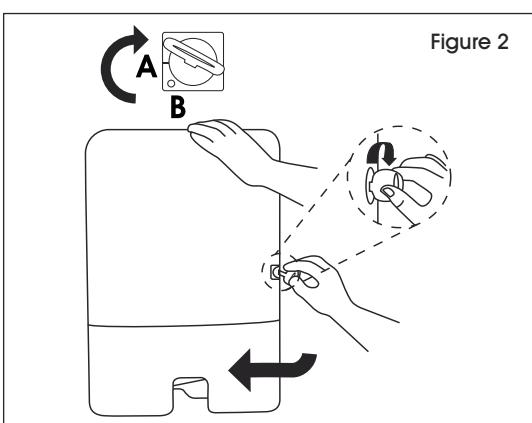

Figure 2
2. Tournez et tenez la clé dans le sens horaire pour ouvrir le distributeur. (Voir Figure 2)